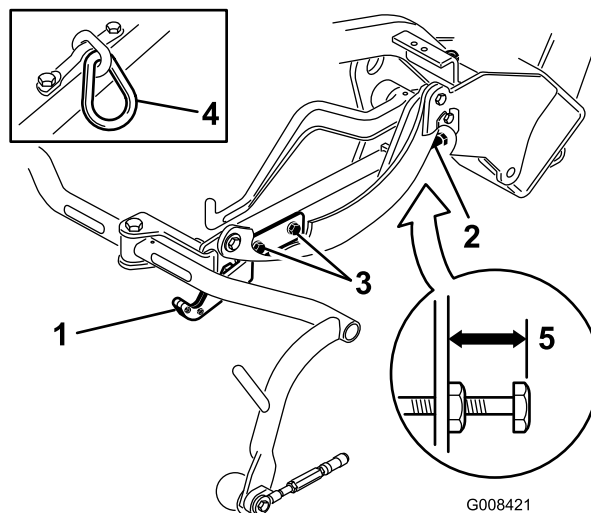
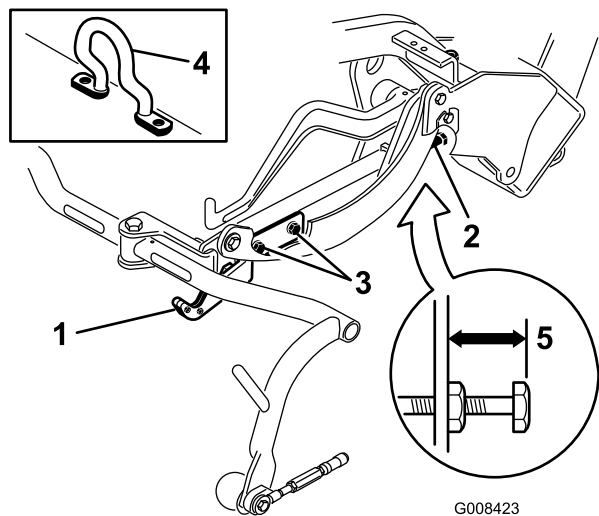
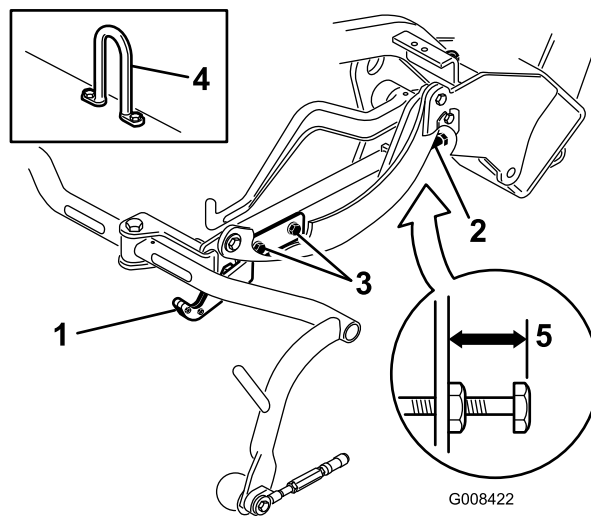

図 13
図 12
図 14
移動走行時の高さを調べ図 13と図 14、必要に応じて調整する。
2. オフセット吊り下げフック図 12、挿入図のついているカッティングユニットでは、キャリアフレーム調整ねじの上端からキャリアフレームの背面までの距離が 25 mm になっていることを確認する。距離が 25 mm でない場合には手順 4 へ進む。
3. チェーンリンクまたはストレート吊り下げフック図 13と図 14、挿入図のついているカッティングユニットでは、キャリアフレーム調整ねじの上端からキャリアフレームの背面までの距離が 22 mm になっていることを確認する。距離が 22 mm でない場合には手順 4 へ進む。オフセットリフト・リンク図 12のついているカッティングユニットの場合は、次のステップに進む。
4. 移動走行プレート取り付けねじをゆるめる図 13と図 14と図 12。
7. キャリアフレームの高さが同じでない場合には、キャリアフレーム調整ねじについているジャムナットをゆるめる図 12と図 13と図 14。高くするにはねじを外方向にまわし、低くするには内方向にまわす。調整ができればジャムナットを締めて調整を固定する。